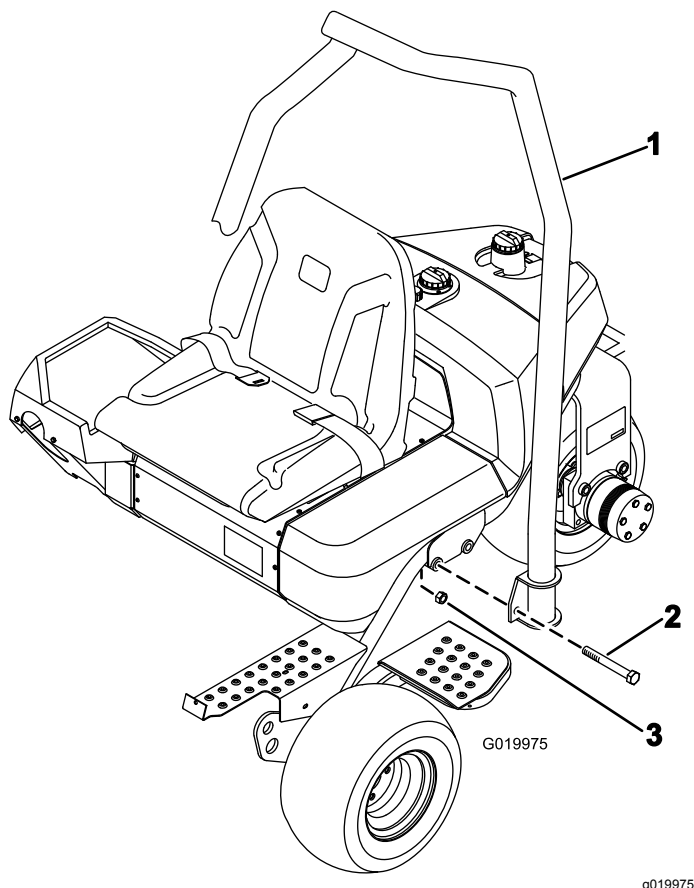

Рисунок 7
1. Расположите защитную дугу так, чтобы верхняя часть изгиба трубы была направлена к передней стороне машины (Рисунок 7).
2. Опустите защитную дугу на раму, совместив с монтажными отверстиями (Рисунок 7).
3. Прикрепите каждую сторону защитной дуги к раме 2 болтами (⅝ x 4½ дюйма) и контргайками, как показано на Рисунок 7.